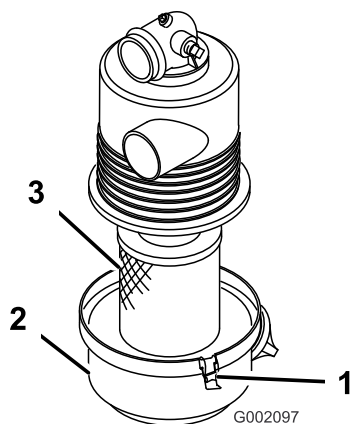

Figure 13
1. Vérifiez si le boîtier du filtre à air présente des dommages susceptibles d'occasionner des fuites d'air. Le couvercle doit être parfaitement ajusté sur le boîtier du filtre à air (Figure 13).
2. Desserrez les attaches qui fixent le couvercle sur le boîtier du filtre à air (Figure 13).
3. Séparez le couvercle du boîtier du filtre à air et nettoyez l'intérieur du couvercle (Figure 13).
3. Insérez l'élément filtrant dans le boîtier du filtre à air (Figure 13).
4. Alignez le couvercle du filtre à air sur le boîtier du filtre à air (Figure 13).
- Fixez le couvercle au boîtier avec les verrous (Figure 13).